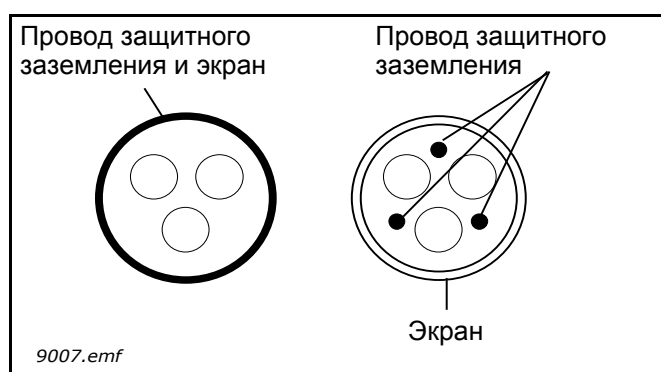

Рис. 24.
- 2 = симметричный силовой кабель, снабженный концентричной защитной проволокой и предназначенный для определенного напряжения сети. (Рекомендуется кабель МСМК или аналогичный.) См. Рис. 24.
- 3 = симметричный силовой кабель, снабженный плотным низкоомным экраном и предназначенный для определенного напряжения сети. [Рекомендуется кабель МССМК, ЕМСМК или аналогичный; рекомендуемое полное проходное сопротивление кабеля (в диапазоне 1...30 МГц) не более 100 мОм/м.] См. Рис. 24.